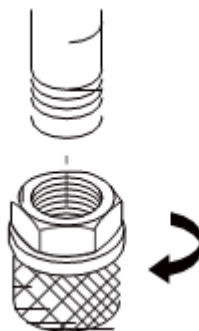

Рис. 5
1. Открутите фильтр (рис. 5) от всасывающей трубы.